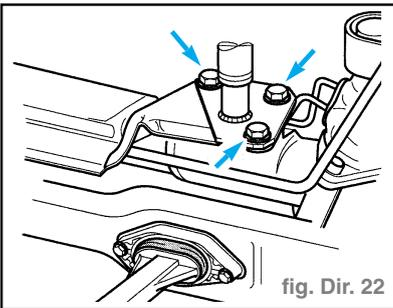

fig. Dir. 22
- Dévisser les vis du support de palier (flèches) (fig. Dir. 22).